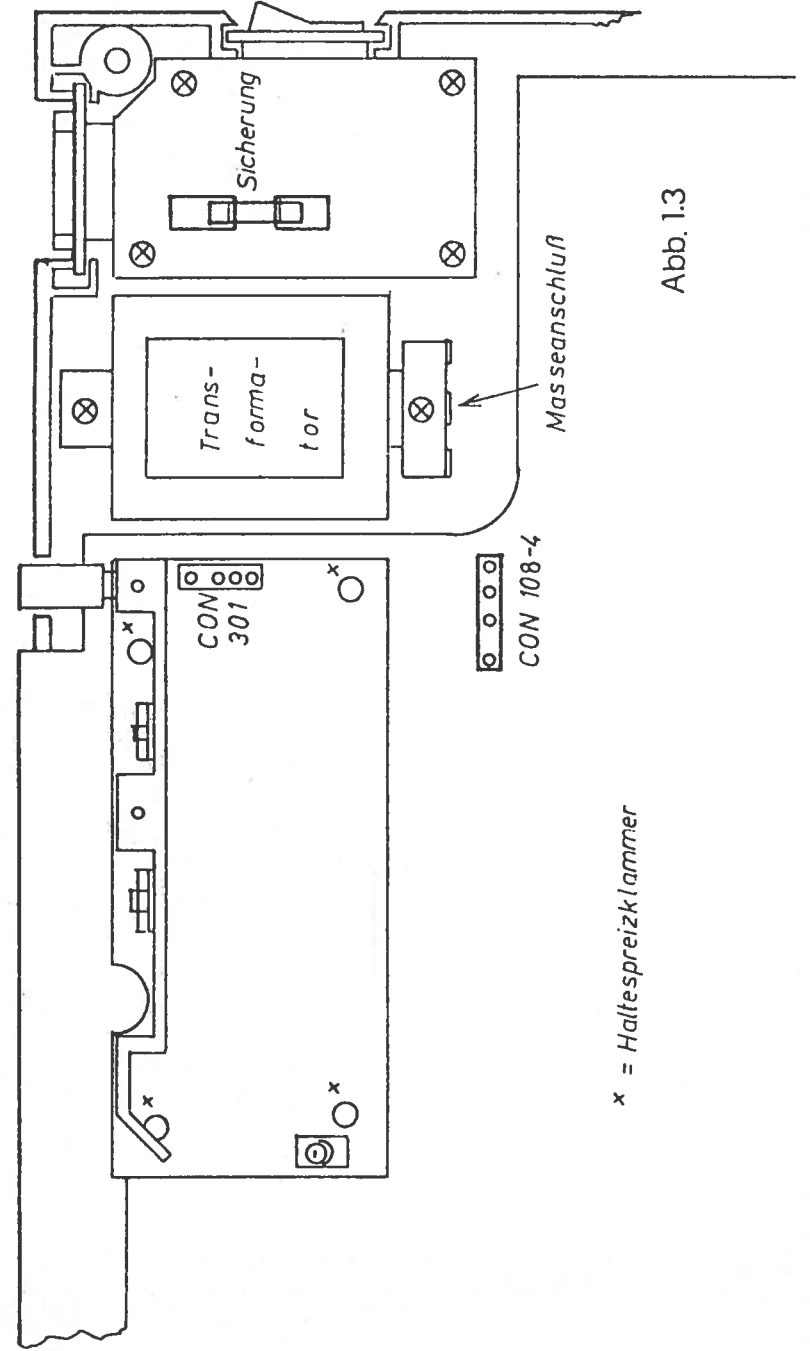

Abb. 1.3
Oberhalb der Hauptplatine (siehe Abb. 1.3) befindet sich rechterhand das Netzfilter und der Netztrafo. Das Netzteil (mit Spannungsregler etc.) wurde aus Platzgründen über die Hauptplatine auf Kunststoffhalter gesetzt.
2. Auf der Netzfilterplatine ist nun die Sicherung zugänglich (Abb. 1.3). Der Austausch darf nur gegen eine Sicherung mit der Bezeichnung T 0,5 A erfolgen.